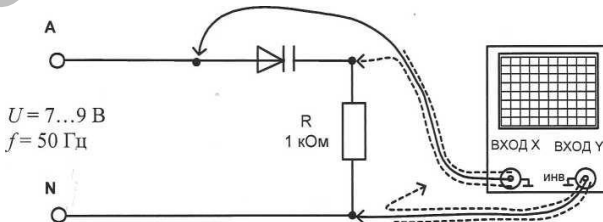

Рисунок 5.18
- Соберите цепь согласно электрической схеме (рис. 5.18). На горизонтальный вход (X) подайте напряжение с варикапа, а на вертикальный (Y) – напряжение с сопротивления, пропорциональное току. Включите инвертирование канала Y, чтобы положительному току соответствовало отклонение луча осциллографа вверх.